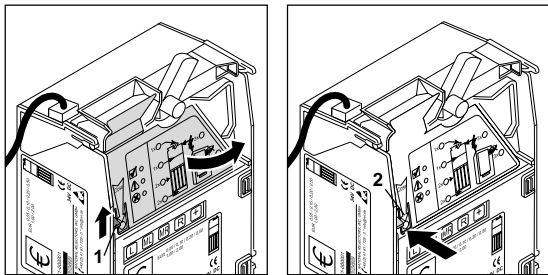

Abb. 6: Laufbahnträger des Münzprüfers aufklappen u. schließen
2. Hebel **1** nach oben drücken und Münzprüfer öffnen (Abb. 6).
4. Auf „Close-Pfeil“ **2** drücken, so dass die Metallfeder wieder hinter Hebel **1** einrastet, um Münzprüfer wieder zu schließen (Abb. 6).